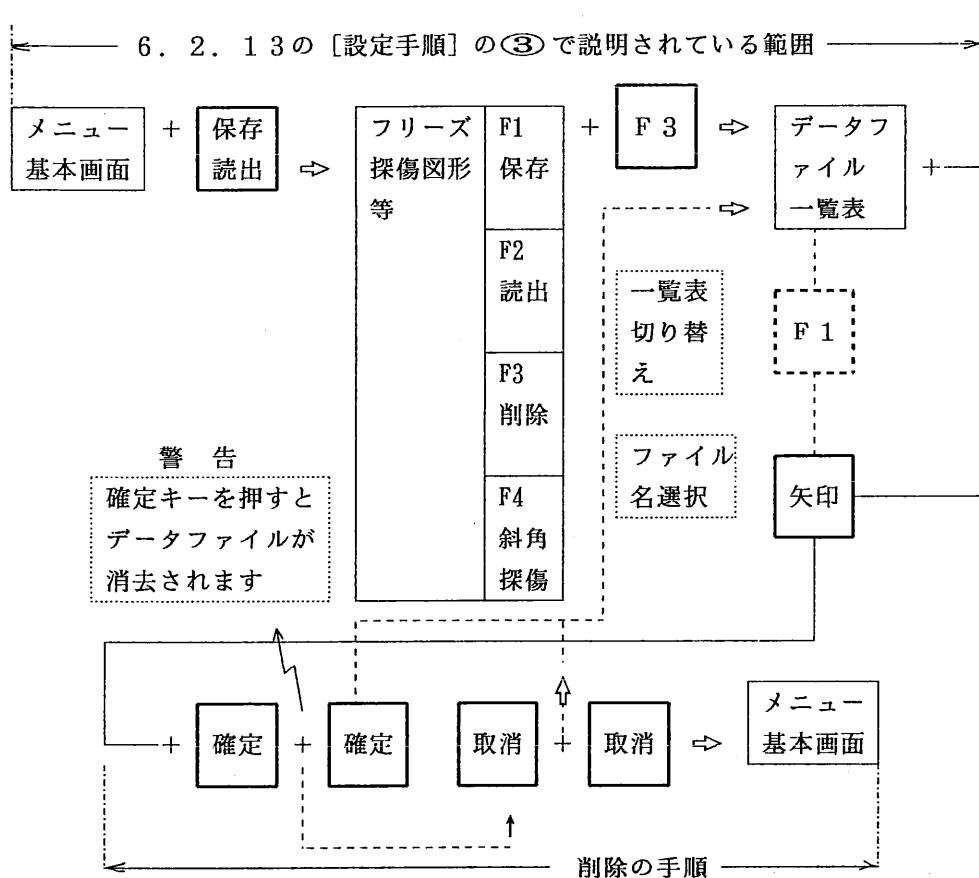

図 6.2.32-10 データ削除の方法
- ① 6.2.12 の [設定手順] の ③ から説明します。機能キー [F3] を 1 回押します。削除したいデータファイル名を矢印キーで選択した後、確定キーを 1 回押します。
- ② 探傷条件表示エリアに、[確定キーを押すとデータファイルが消去されます。] と言う警告が表示されますから、選択しているデータファイル名を確認した後に、確定キーを 1 回押して下さい。この操作で、指定したデータファイルは削除され、表示器には、データファイル一覧表が表示されます。
- ③ 選択しているデータファイル名が誤っていた場合は、取消キーを 1 回押します。この操作で、図 6.2.32-10 の機能キー [F3] を 1 回押した後の状態に戻ります。
- ④ 続いて他のデータファイルを削除する時は、①～②の手順を繰り返します。